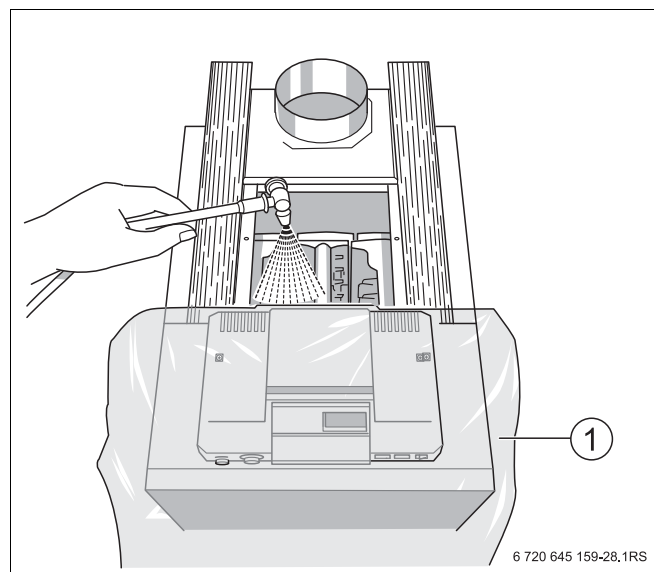

Рис. 41 Влажная чистка котла
- Накрывать систему управления пленкой (Рис. 41, поз. 1). Не допускать попадания аэрозольного тумана в систему управления.
- Сверху распылить равномерно чистящее средство в газоотводящих каналах (Рис. 41).